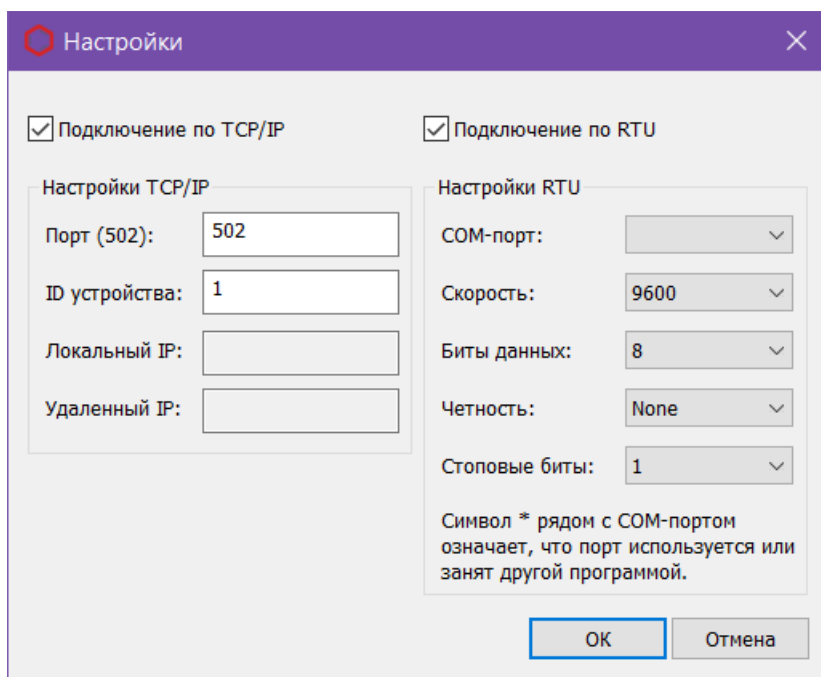

Рис. 6. Окно «Настройки»
1. В основном окне нажмите **Настройки**. Откроется окно *Настройки* (Рис. 6).
- В поле *Порт (502)* введите номер порта в диапазоне от 0 до 9999 (стандартно используется 502);